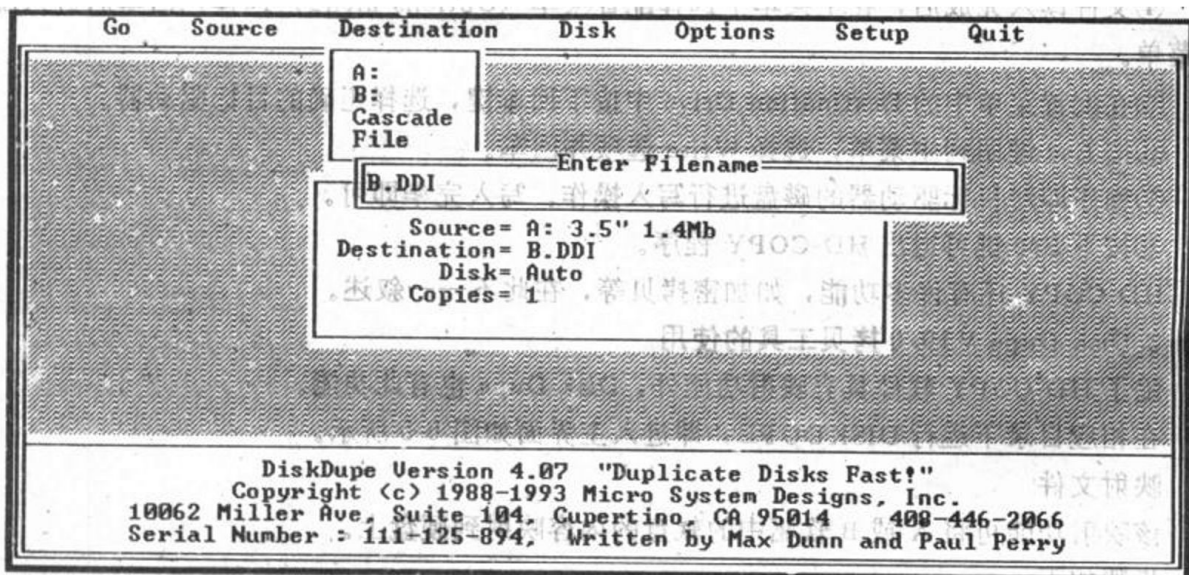
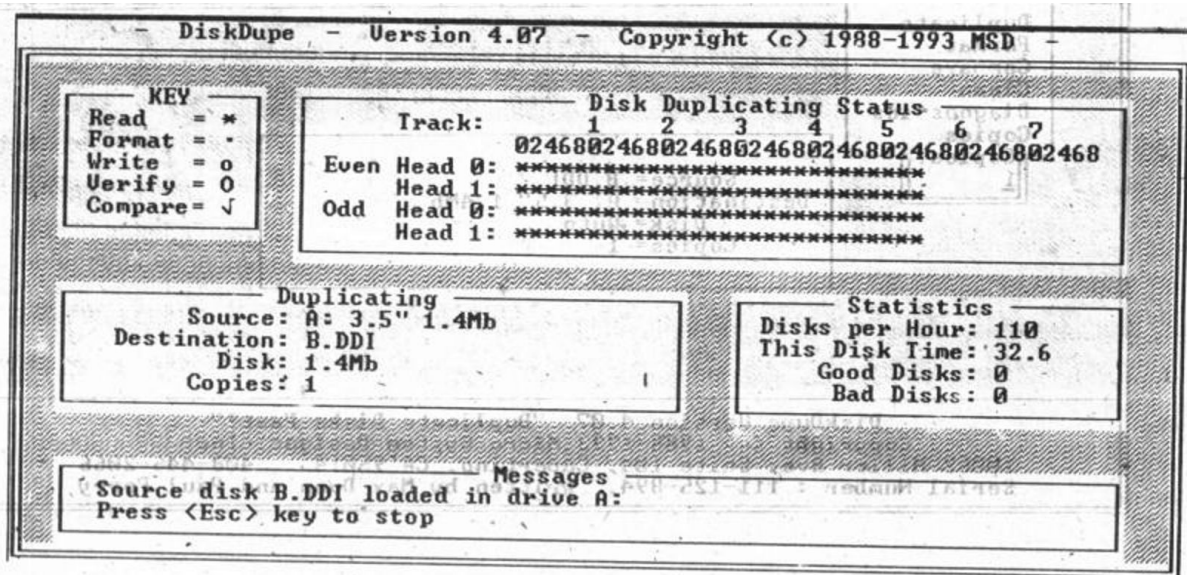

图 6-6
图 6-7
①在主菜单画面中选择 Source（源）选项，并回车。
②接着出现四个选项 A：，B：，Relay 和 File。根据你要映射的软盘选择 A：或 B：并回车。
③将要映射的软盘插入 A：或 B：中。
④再在主菜单画面中选择 Destination（目标）选项，然后回车。
⑤将出现四个选项 A：，B：，Cascade 和 File。
⑥选择 File（文件）选项并回车，出现如下提示框（图 6-6）。
⑦然后在 Enter Filename（输入文件名）提示框中输入要映射文件的目标盘符、路径及文件名（本例是 B.DDI，缺省扩展名为.DDI）
⑧再在主菜单画面中选择 GO 选项并回车，在该子菜单中选择 Duplicate（复制），然后回车即可出现以下画面（图 6-7）。